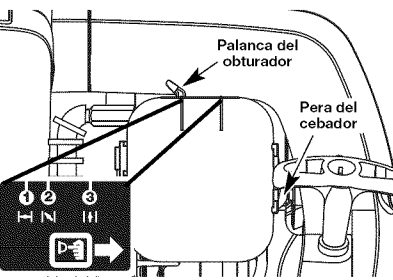
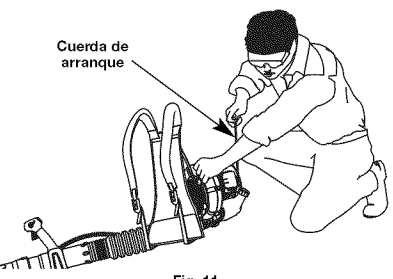

Fig. 10
Fig. 11
ADVERTENCIA: Evite los arranques accidentales. Colóquese en posición de inicio cuando tire de la cuerda de arranque (Fig. 11). El operador y la unidad deben estar en una posición estable al arrancar la unidad para evitar graves lesiones personales. Para evitar lesiones personales graves, asegúrese de que los tubos de la sopladora estén colocados antes de hacer funcionar la unidad.
3. Oprima lentamente y libere la pera del cebador **10** veces. Deberá verse alguna cantidad de combustible en la pera del cebador (Fig. 10). Si no puede ver combustible en la pera, oprima y suelte la pera tantas veces como sea necesario hasta que vea combustible en la misma.
4. Coloque la palanca del obturador en la **Posición 1** (Fig. 10).
6. Agáchese en la posición de salida (Fig. 11). Tire de la cuerda del arrancador **5** veces en un movimiento controlado.
7. Coloque la palanca del obturador en la **Posición 2** (Fig. 10).
10. Mientras que continúa manteniendo el disparador de la válvula reguladora la posición **RÁPIDA**, coloque la palanca de la estrangulación en la **Posición 3** y continúe calentando la unidad para los 60 segundos adicionales (Fig. 10). Se puede usar la unidad durante este tiempo.
NOTA: La unidad se ha calentado debidamente cuando el motor acelera sin fallar. **SI...** el motor funciona con fallas, vuelva a colocar la palanca del obturador en la **Posición 2** (Fig. 10) y continúe calentando el motor.
SI... el motor no arranca después de dos intentos, coloque la palanca del obturador en la **Posición 3** (Fig. 10) y oprima el control de crucero hacia abajo. Tire de la cuerda de arranque fuertemente de **3 a 8** veces. El motor debe arrancar. Si no lo hace, repita el procedimiento.
SI ESTÁ CALIENTE... Si el motor es ya caliente, comience la unidad con la palanca de la estrangulación en la **Posición 2** (Fig. 10). Después de que la unidad comience, mueva la palanca de la estrangulación para **Posición 3** (Fig. 10).
6. Agáchese en la posición de salida (Fig. 11). Coloque el arrancador de potencia electrico o el accesorio arrancador de potencia para taladro en la parte posterior de la unidad. Consulte la sección de *Operación* del arrancador de potencia electrico o accesorio arrancador de potencia para taladro del operador manual.
7. Apriete y mantenga apretado el **ENCENDIDO (I)** botón del arrancador de potencia electrico o el taladro equipado accesorio arrancador de potencia para taladro durante 2 segundos.
8. Coloque la palanca del obturador en la **Posición 2** (Fig. 10).
9. Apriete y mantenga apretado el **ENCENDIDO (I)** botón del arrancador de potencia electrico o el taladro equipado accesorio arrancador de potencia para taladro en intervalos de no más de 2 segundos cada hasta que la unidad arranque.
12. Mientras que continúa manteniendo el disparador de la válvula reguladora en la posición **RÁPIDA**, coloque la palanca de la estrangulación en la **Posición 3** y continúe calentando la unidad para los 60 segundos adicionales (Fig. 10). Se puede usar la unidad durante este tiempo.
SI... el motor funciona con fallas, vuelva a colocar la palanca del obturador en la **Posición 2** (Fig. 10) y continúe calentando el motor.
SI... el motor no arranca después de dos intentos, coloque la palanca del obturador en la **Posición 3** (Fig. 10) y oprima el control de crucero hacia abajo. A continuación, apriete y mantenga apretado el botón de **ENCENDIDO (I)** del arrancador de potencia electrico o taladro en intervalos de no más de 2 segundos cada hasta que la unidad arranque.